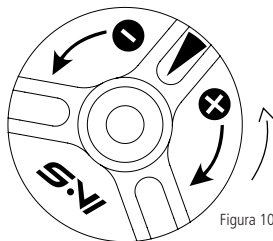

Figura 10
4. Caso não tenha atingido o comportamento esperado, gire novamente o regulador no sentido horário para deixar o sistema mais firme ou no sentido anti-horário (Figura 10) para deixar o sistema mais sensível em relação ao amortecimento de impactos;